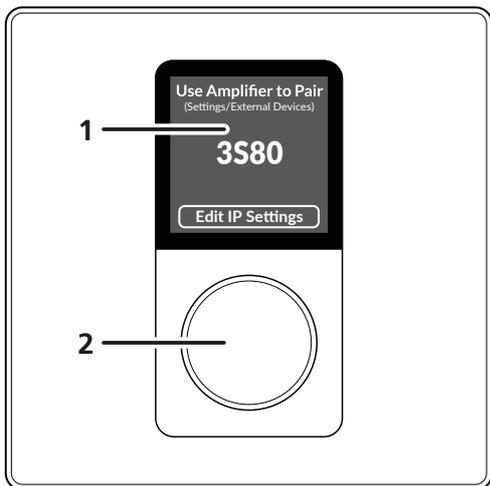

Abb. 7
Nach dem Anschluss an die Stromversorgung erscheint auf dem Display (1) zunächst für einige Sekunden das Startbild. Anschließend wird ein individueller Kopplungsname des Wandbedienteils angezeigt (z. B. „3S80“ in Abb. 7), mit dem das Gerät auf der Benutzeroberfläche des Verstärkers identifiziert werden kann.